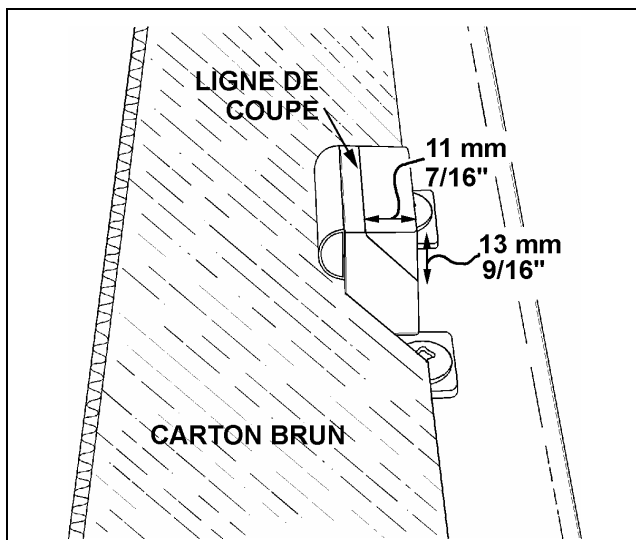

FIGURE 3 : LIGNE DE COUPÉ
3. Tracer à même la butée la ligne de coupe (figure 3).